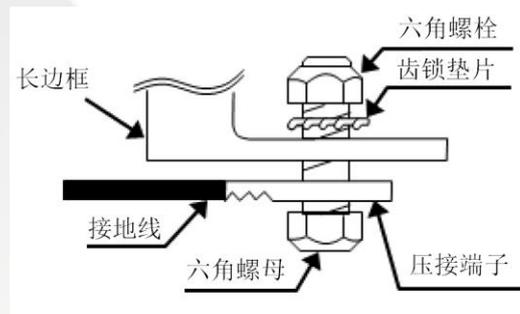

图 6-1 组件接地图
- 5) 太阳能电池组件长边边框的接地孔处用螺栓和压接端子压接地线，并用 M4 的螺母进行安装。另外地线安装部分的组件边框可能进水，建议在接地线时使用高处的接地孔。（接地孔 $\varnothing 5.1$ ）地线连接如图 6-1 所示。所有的导电连接点必须牢固连接。如不能满足阳光能源接地要求，出现与接地相关的任何问题，我司免责。